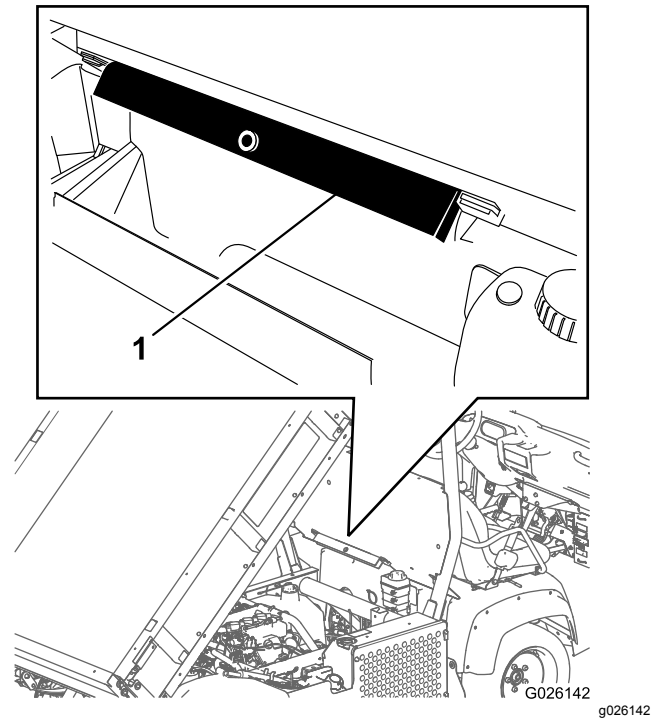

Figura 38
2. Retire el soporte de la plataforma de los soportes de almacenamiento situados en la parte trasera del panel del ROPS (Figura 38).